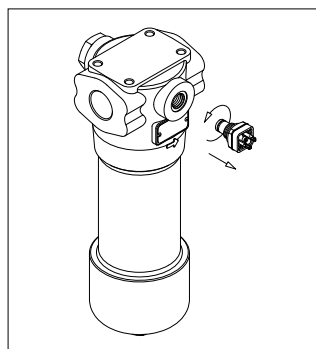

fig. 14
- (Fig. 14) Svitare il corpo indicatore